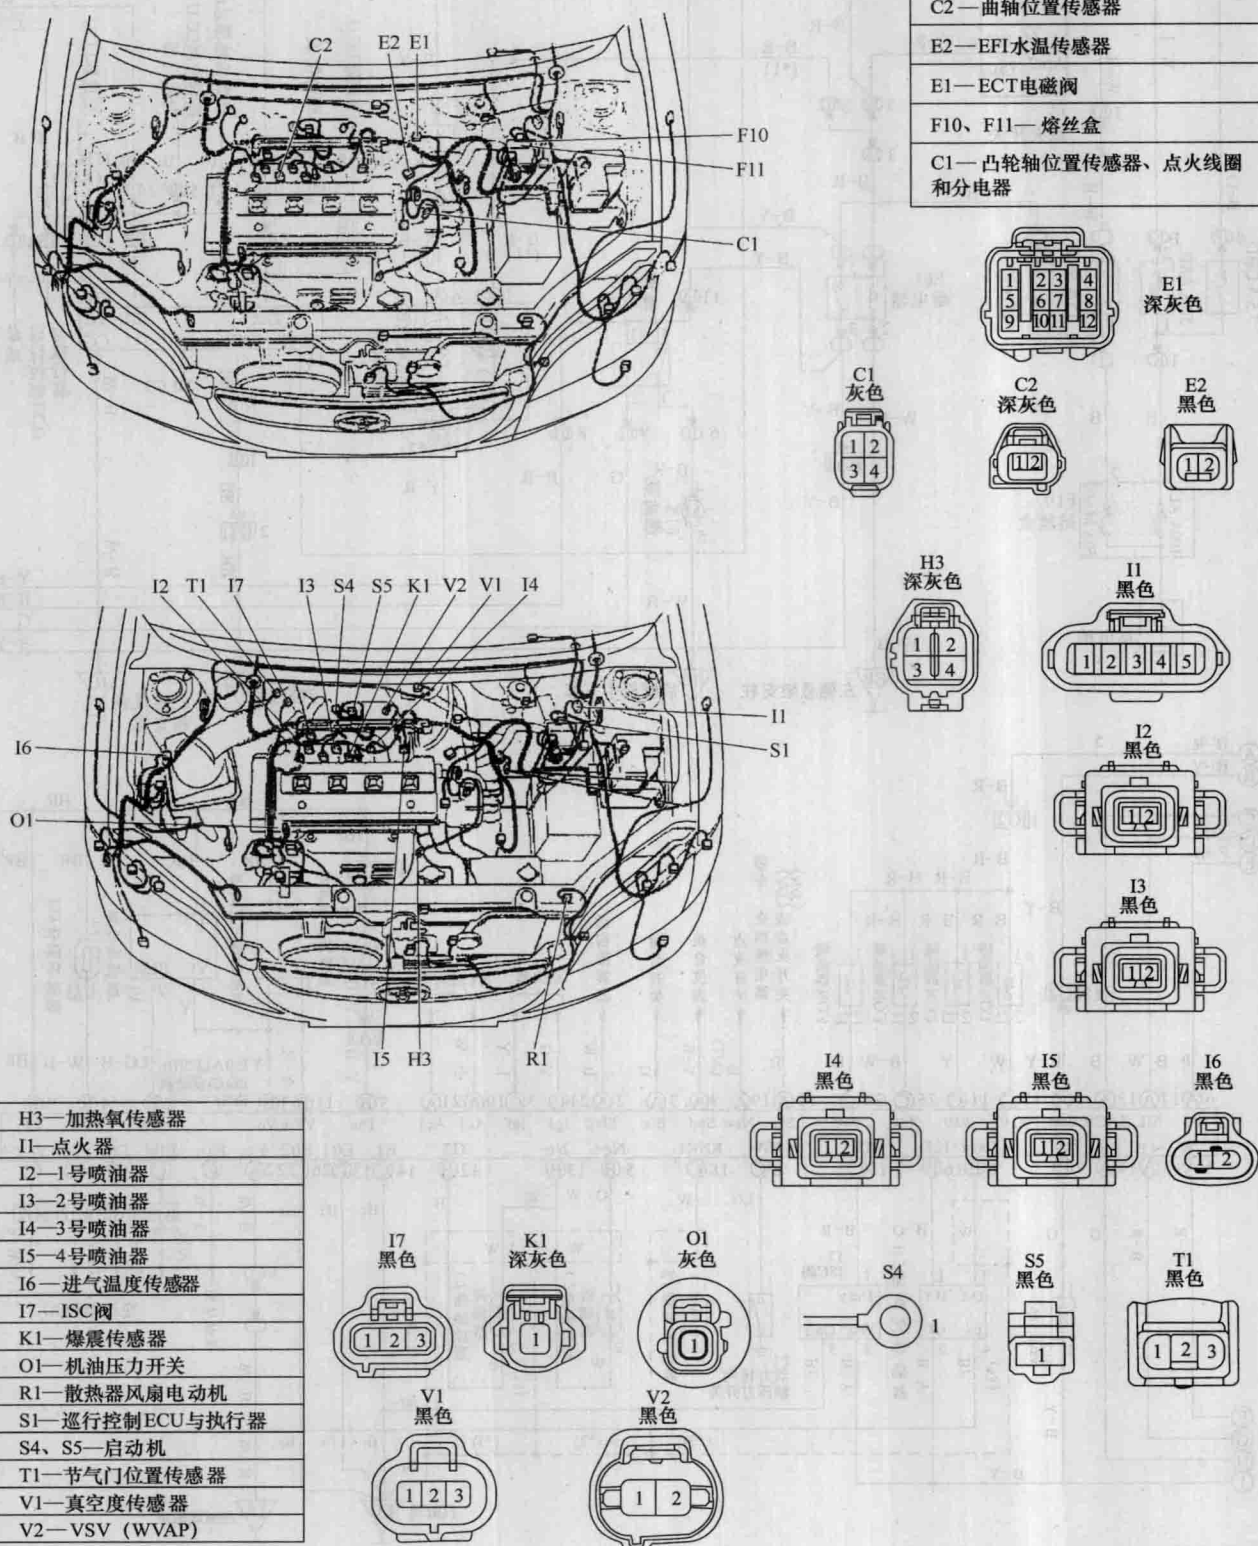

图 1-6 1.3L 8A-FE/1.5L 5A-FE 发动机线束分布与端子
1. 3L 8A-FE/1.5L 5A-FE 发动机线束分布与接插口如图 1-6 所示。